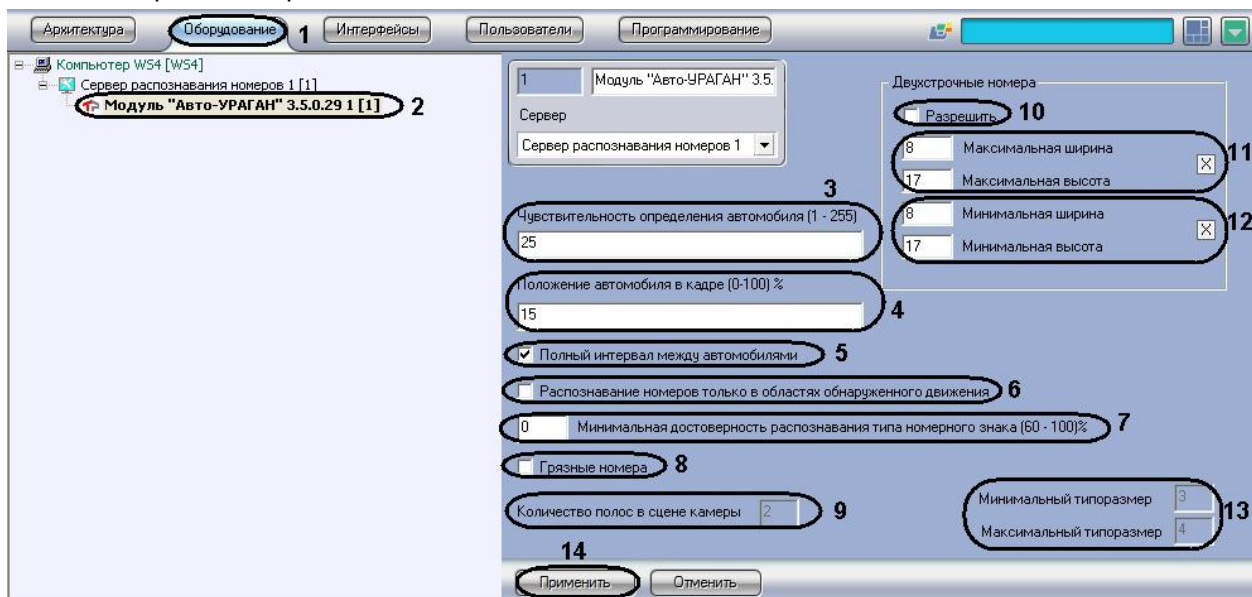

Рис. 7.2—3. Настройка программного модуля «Авто-УРАГАН 3.5.0.29»
1. В диалоговом окне «Настройка системы» перейти на вкладку «Оборудование» (Рис. 7.2—3, 1).
2. В дереве объектов на вкладке «Оборудование» выбрать объект «Модуль „ Авто-УРАГАН 3.5.0.29“», соответствующий настраиваемому программному модулю «Авто-УРАГАН 3.5.0.29» (Рис. 7.2—3, 2). В правой части вкладки «Оборудование» отобразится панель настройки выбранного объекта.
3. В поле «Чувствительность определения автомобиля (1-255)» ввести значение чувствительности, которая характеризует чувствительность детектора движения к контрастности видеоизображения (см. Рис. 7.2—3,3). При распознавании модуль "Авто-УРАГАН 3.5.0.29" определяет также габариты ТС. Чем ниже значение параметра, тем чувствительнее детектор. Значение параметра «Чувствительность определения автомобиля» подбирается путем тестирования детектора на ложные срабатывания.
4. В поле «Положение автомобиля в кадре (0-100) %» ввести значение в процентах, отражающее положение автомобиля в выдаваемом кадре (см. Рис. 7.2—3, 4). Данная настройка актуальна только для автомобилей, номера которых не были определены. Если номер не был распознан, модуль выдает в качестве результата кадр, находящийся на заданном расстоянии от кадра с первым появлением автомобиля.